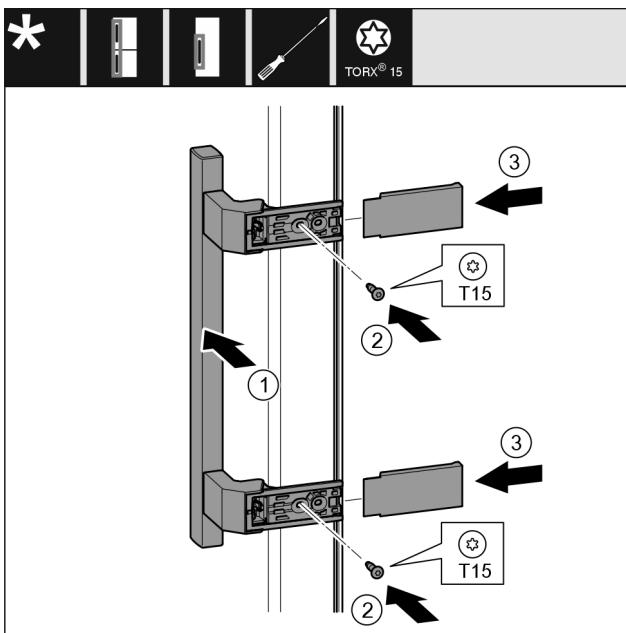

Fig. 11
- Griff auf der Gegenseite ansetzen. Fig. 11 (1)
- Schrauben mit Schraubendreher T15 festschrauben. Fig. 11 (2)
- Abdeckungen seitlich ansetzen und aufschieben. Fig. 11 (3)